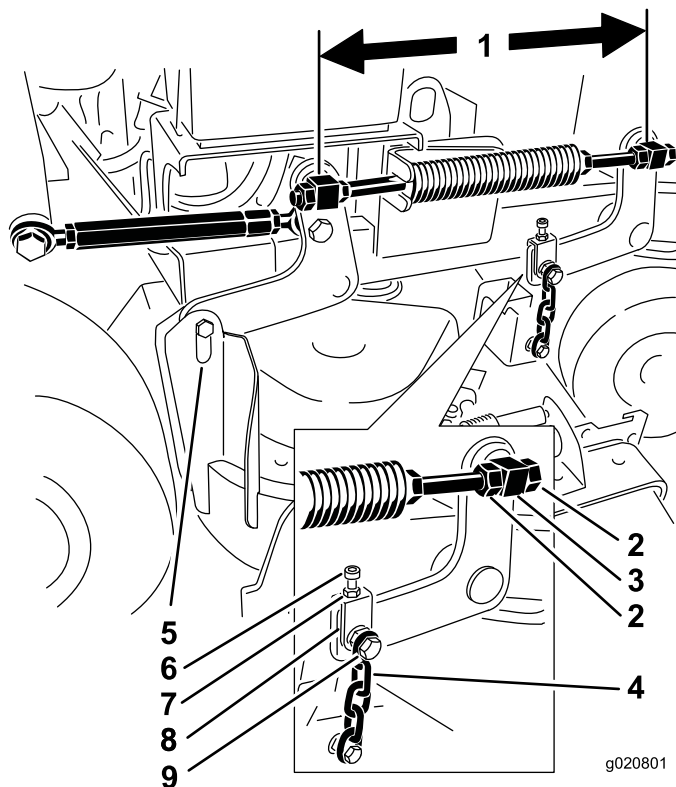

Figure 82
6. Contrôlez la distance entre les centres des pivots (entraxe) sur chaque tige filetée (Figure 82).
11. Si un réglage est nécessaire, desserrez le boulon de chaîne supérieur (Figure 82).
5. Desserrez les boulons de chaîne supérieurs (Figure 82).